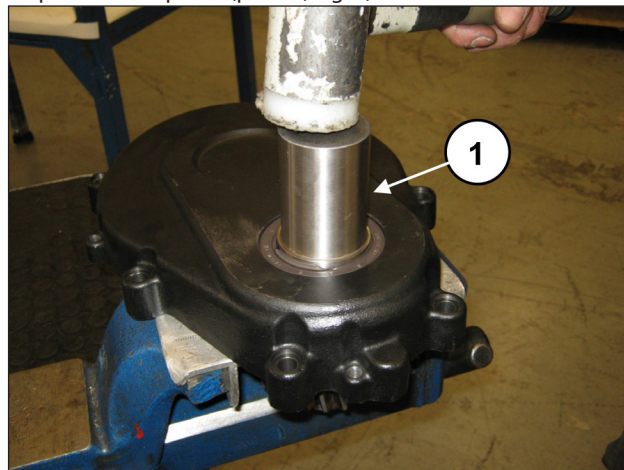

Fig. 8
Separar el piñón de la tapa presionando con una herramienta de percusión el piñón (pos. ①, Fig. 8).